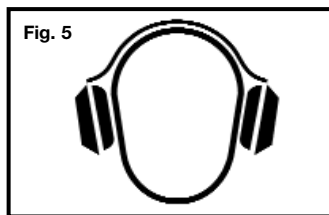

Fig. 5
- **Utilice protección auditiva** para evitar la posible pérdida de audición. El equipo de protección auditiva debe cumplir los requisitos ANSI S3.19. (Fig. 5)